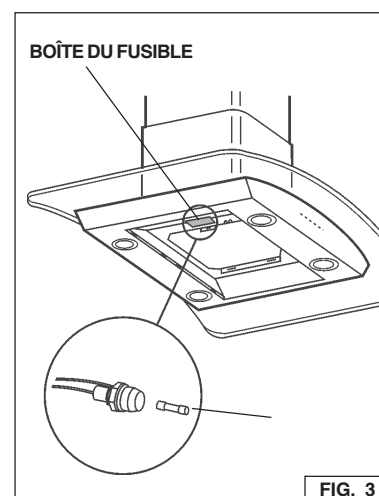

FIG. 3
2. Ouvrir la boîte du fusible. Fig. 3.